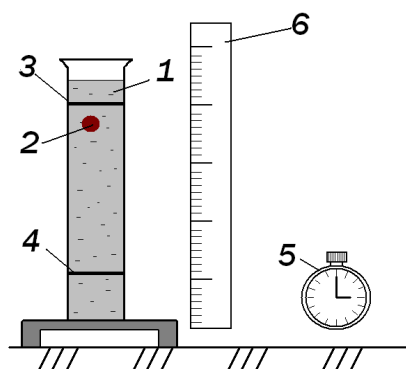

Рис. 3. Установка для измерения вязкости жидкости по методу Стокса
Установка для реализации метода Стокса состоит из стеклянного цилиндра 1, в котором находится исследуемая жидкость, вязкость которой необходимо определить (рис. 3).
4. Занести в таблицу заданные в вашем варианте значения: расстояние L_i между метками 3 и 4 (см. рис.3), диаметр шарика d_i и его плотность $\rho_{ш}$, а также плотность исследуемой жидкости $\rho_{ж}$.
9. Вычислить коэффициент вязкости η для каждого из пяти опытов по рабочей формуле (7).